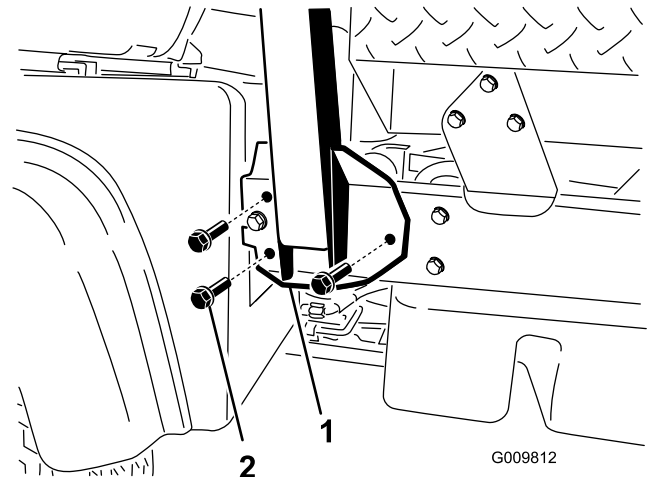

Рисунок 3
- Совместите обе стороны защитной дуги с монтажными отверстиями с каждой стороны рамы машины (Рисунок 3).
- Прикрепите монтажный кронштейн защитной дуги к раме машины с помощью 3 болтов с фланцевыми головками ($\frac{1}{2}$ x $1\frac{1}{4}$ дюйма) с каждой стороны (Рисунок 3).